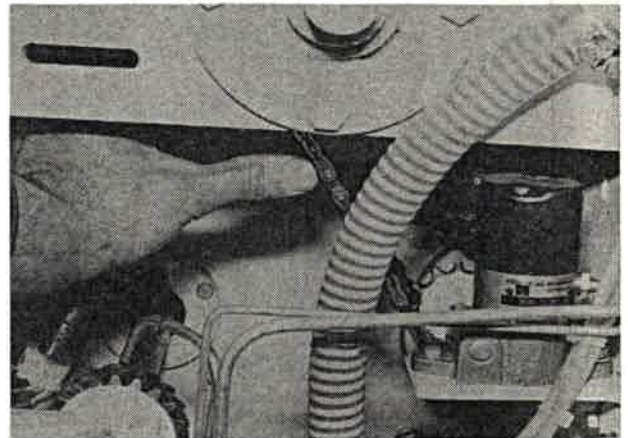

Bild 113
1. Kette am längstfreiliegenden Teil durchdrücken (Bild 113). Sie muß sich 5...10 mm durchdrücken lassen.